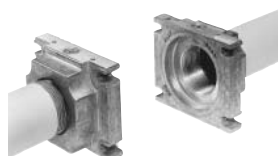

Рис. 10
3. Установить Мультиблок между резьбовыми фланцами (Рис. 10)